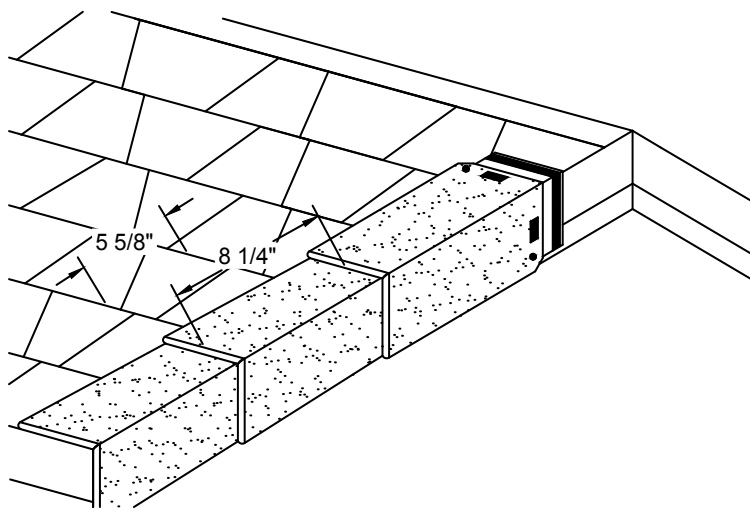

Figura 27 - Instalación de las tejas EZ-Ridge™ en los bordes de faldón del techo
3. **Nota:** La instalación con clavos expuestos puede afectar el atractivo estético de las tejas EZ-Ridge™ (*vea la Figura 27*).